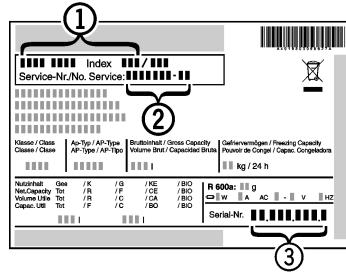

Fig. 7
- ▶ Relever la désignation de l'appareil Fig. 7(1), le n° de service Fig. 7(2) et le n° de série Fig. 7(3) sur la plaquette signalétique. Cette plaquette se trouve sur la paroi intérieure gauche de l'appareil.
- ▶ Informer le S.A.V. et lui communiquer la panne, la désignation de l'appareil Fig. 7(1), le n° de service Fig. 7(2) et le n° de série Fig. 7(3).